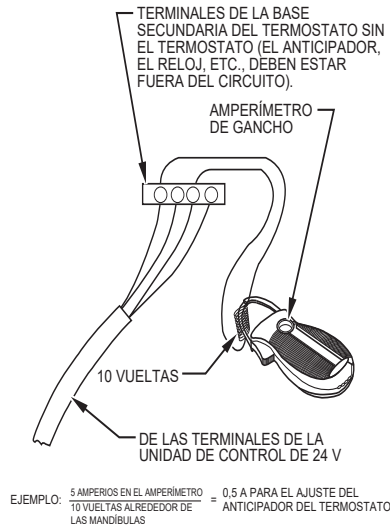

Fig. 66 – Verificación del amperaje con un amperímetro
- c. Conecte un amperímetro entre los terminales R y W de la subbase o entre los cables R y W de la pared, como se muestra en la Fig. 66.